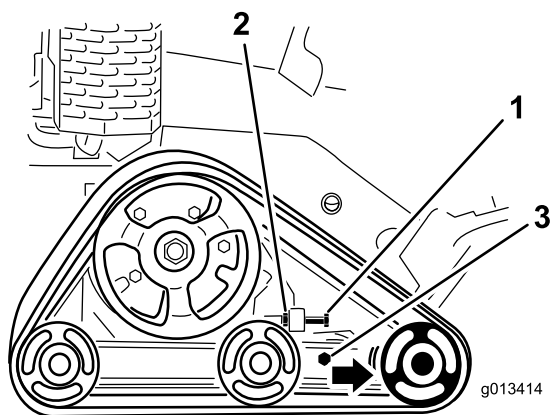

図 45
3. クローラのテンションボルトとテンションアームのクランプボルトのジャムナットをゆるめる 図 45。
4. テンションボルトを $32.540\text{N}\cdot\text{m}$ $3.34.2\text{kg}\cdot\text{m} = 2430\text{ft}\cdot\text{lb}$ にトルク締めする 図 45。
4. テンションボルトとジャムナットをゆるめる 図 45。
5. クランプボルトをゆるめる 図 45。